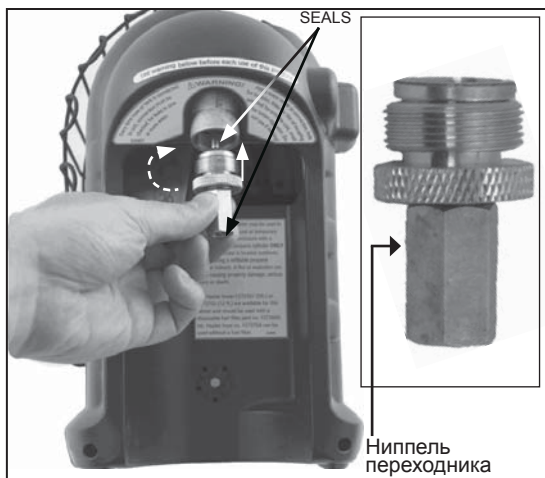

Рисунок 4: Бутановый переходник
- Перед подсоединением газового баллона убедитесь, что пломбы имеются в наличии и не повреждены. Рисунок 4. Не пользуйтесь прибором с поврежденными или нечеткими пломбами, а также при обнаружении утечки, повреждения или неполадок в работе.
стрелке в регулятор переносного обогревателя (снизу) до отказа. См. рисунок 4. При данном способе соединения не рекомендуется использовать резьбовой герметик. Введите баллон с бутан-пропановой смесью в переходник (по часовой стрелке). Поворот ниппеля переходника указывает на успешное присоединение баллона. После этого установите баллон на стойку.